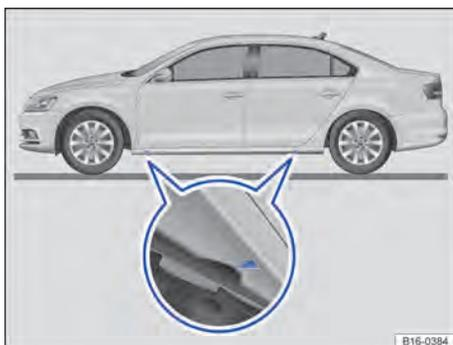

Fig. 243 Pontos de apoio do macaco.
O macaco somente pode ser posicionado nos pontos de apoio indicados (marca na carroceria) \Rightarrow Fig. 243. Deve ser considerado o ponto de apoio localizado junto à roda correspondente \Rightarrow .
6. Procurar sob o veículo o ponto de apoio do macaco \Rightarrow Fig. 243 mais próximo da roda a ser trocada. \blacktriangleright